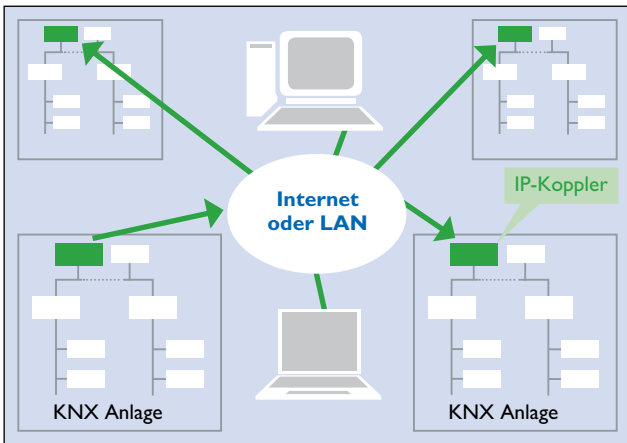

Bild 25. Routing
• **Routing:** Ziel ist die Weiterleitung von KNX Telegrammen über ein Ethernet (Bild 25). Telegramme werden hierbei einerseits zwischen KNX Twisted-Pair-Installationen hin und her geschickt, um z.B. zwei Anlagenteile über eine vorhandene Ethernet-Strecke zu verbinden. Andererseits braucht man diese Verbindungsart, um KNX Teilnehmer mit nur einer IP-Schnittstelle mit anderen KNX Teilnehmern verbinden zu können.